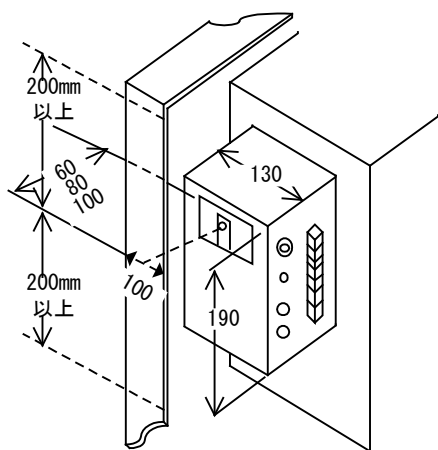

図4 銅帯の制限
- 銅帯の幅100mm（固定）、長さ400mm以上の場所を選んで、検出窓が、その中心に来るようにして下さい。また、リレーの長い辺（190mm）が銅帯と平行になるようにして下さい。（図4参照）